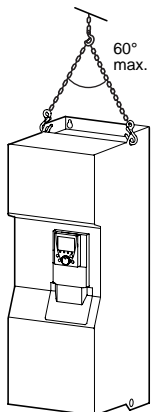

Abbildung 4
- 3 Lösen Sie die Befestigungsschrauben des Umrichters auf der Palette und verwenden Sie bei der Handhabung ein Hebezeug. Der Umrichter ist zu diesem Zweck mit Transportösen ausgestattet (Abbildung 4).
- 4 Lösen Sie die Befestigungsschrauben des Umrichters auf der Palette und verwenden Sie bei der Handhabung ein Hebezeug. Der Umrichter ist zu diesem Zweck mit Transportösen ausgestattet (Abbildung 4).